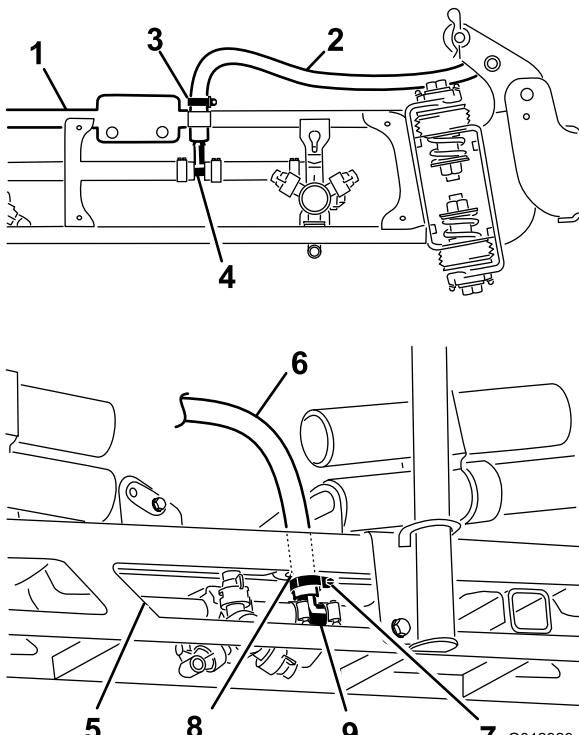

Figura 32
3. Cubra con jabón líquido la espiga dentada del acoplamiento en T de ambas extensiones de los brazos (Figura 32). Instale la manguera de la
4. Cubra con jabón líquido la espiga dentada del acoplamiento en T del brazo central Figura 32.